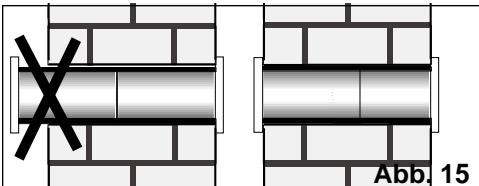

Abb. 15
- Wenn die beiden Elemente zu lang sind, kann eines abgeschnitten werden, um die Rohre an die Mauerdicke anzupassen, siehe Abb. 15.